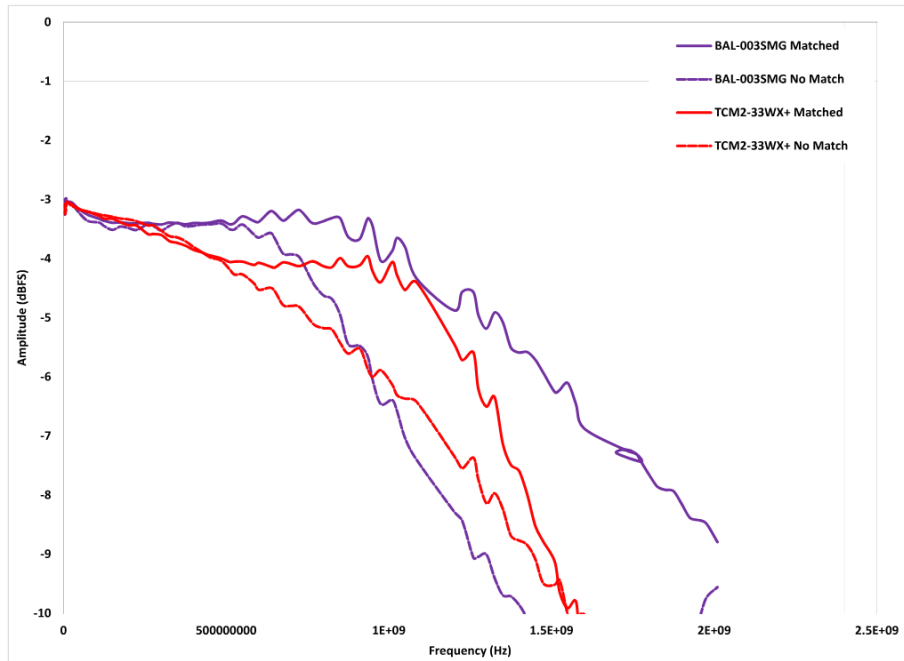

图 1. ADC3669 和平衡-非平衡变压器带宽比较：匹配（实线）与未匹配（虚线）。
**图 1** 展示了两种用于同一应用场景的平衡-非平衡变压器, 搭配 TI 的 16 位双通道 **ADC3669** 模数转换器。尽管这两种变压器具有相同的带宽, 但由于 ADC 内部采样网络的输入阻抗变化以及印刷电路板 (PCB) 布线的寄生效应, 它们的响应最终会有所不同。请注意, 当没有为这两种平衡-非平衡变压器进行匹配时, 它们的带宽都会迅速下降 [1]。
如果您在考虑这些操作和权衡是否值得，我们建议您参考图 1。